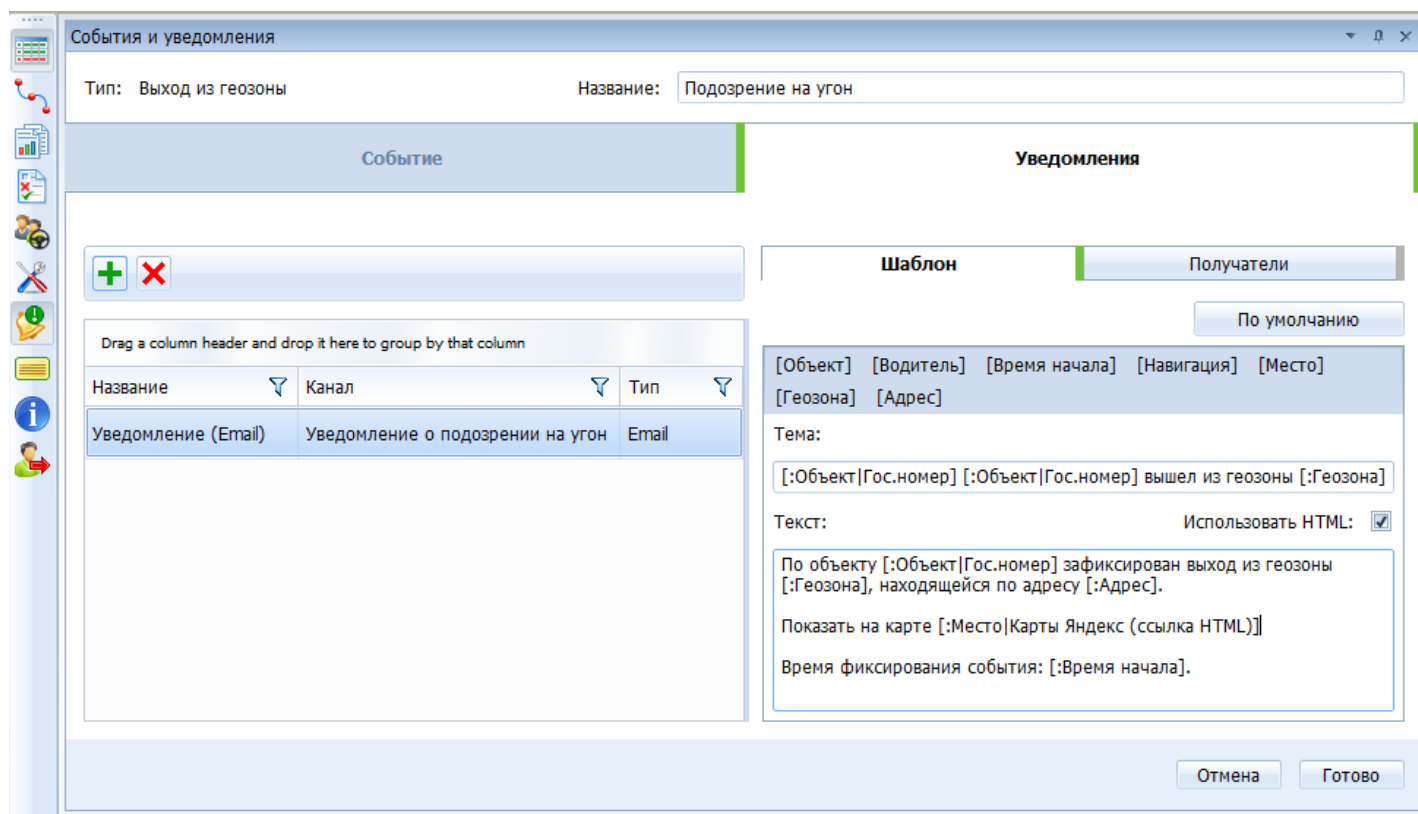

Рисунок 5 – Шаблон уведомления о выходе из геозоны
- на вкладке «Шаблон» добавить канал оповещений, а также сформировать текст уведомления (**Рисунок 5**);